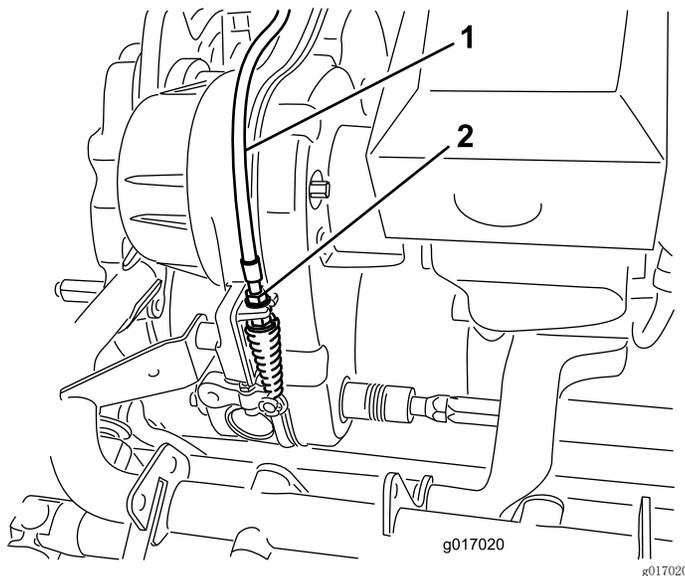

图49
2. 在变速箱隔板上，调整滚刀控制装置拉线（图49），使弹簧长度达到 70.6~72.4mm。